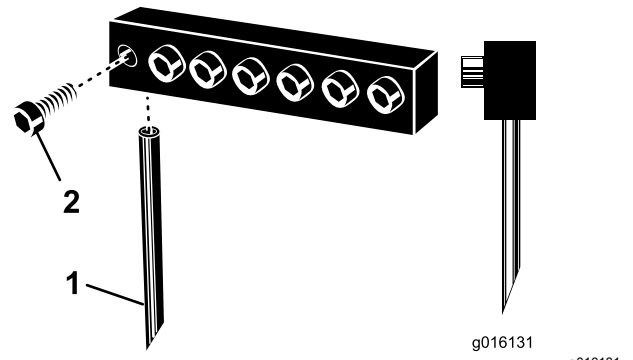

図 30
注 中空タインの場合は排出穴を後方に向けて取り付ける。むくタインは、先端の角をエアレータに向けて取り付ける 図 30。
3. エアレータに既にタインが付いている場合には、クランプボルトをゆるめてそれらのタインを取り外す 図 30。